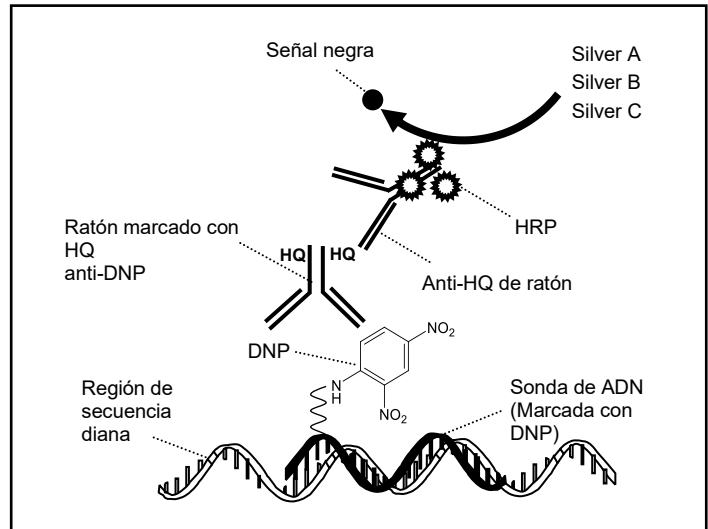

Figura 1. VENTANA Silver ISH DNP Detection
VENTANA Silver ISH DNP Detection Kit detecta las sondas marcadas con DNP que se han unido a una secuencia específica en secciones de tejido fijado con formol y embebido en parafina (FFPE). El kit de detección contiene un anticuerpo primario y un anticuerpo secundario marcado con enzimas conjugado con peroxidasa de rábano (HRP), que se utiliza como enzima cromogénica. Durante el procedimiento de tinción de la ISH, las sondas marcadas con DNP se cohibridan con sus respectivas secuencias de ADN diana específicas dentro del núcleo celular. VENTANA Silver ISH (SISH) DNP Detection Kit contiene los siguientes dispensadores: anticuerpo primario anti-DNP de ratón marcado con hidroxiquinoxalina (HQ), anticuerpo secundario anti-HQ de ratón conjugado con peroxidasa de rábano (HRP), Chromogen A (Silver A), Chromogen B (Silver B) y Chromogen C (Silver C). Tras la incubación con el anticuerpo primario anti-DNP de ratón marcado con HQ y después con el conjugado de anticuerpo secundario anti-HQ de ratón conjugado con HRP, se produce la reacción SISH. En resumen, la incorporación secuencial de los cromógenos A (acetato de plata), B (hidroquinona) y C (H₂O₂) es la que origina esta reacción. Aquí, la hidroquinona reduce a los iones de plata (Ag⁺) a átomos de plata metálica (Ag⁰). El sustrato de HRP y el peróxido de hidrógeno (Chromogen C) favorecen la reacción. La reacción SISH se ilustra en la Figura 1. A continuación es necesaria la contratinción de la muestra con Hematoxylin II para poder llevar a cabo la interpretación mediante microscopía óptica.